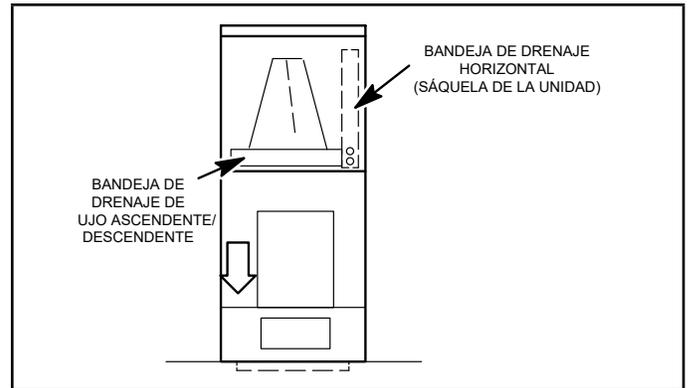

IMAGEN 6. Posición de descarga de flujo descendente
- 3 - Gire el gabinete en 180° desde la posición vertical. Consulte la imagen 6. Primero puede ser necesario quitar el conjunto del ventilador para que el gabinete sea más ligero para levantarlo.